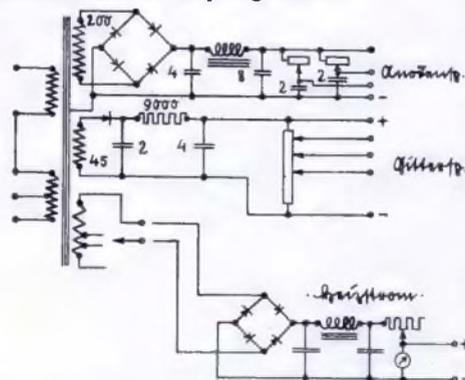

Abb. 6
S. 190, als „A valveless A.C.-power unit“3) beschrieben ist. Das Gerät (Abb. 6), das Anodenspannungen, Gitterspannungen und Heizstrom liefert, enthält nur Trocken-Gleichrichter, die also offenbar in England auch für hohe Spannungen schon im Handel sind. In der Beruhigungskette für den Heizstrom finden elektrolytische Kondensatoren Verwendung. Für uns ist schließlich ungewöhnlich, daß die Gitterspannungen durch Gleichrichtung und Glättung des einer besonderen Transformator-Wicklung entnommenen Wechselstromes geschaffen werden.